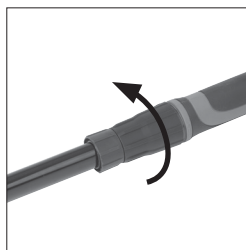

Fig. 5
- Strângeți piulița de fixare pentru a fixa tubul de extensie și virola în pozițiile lor de funcționare. (**Fig. 5**)